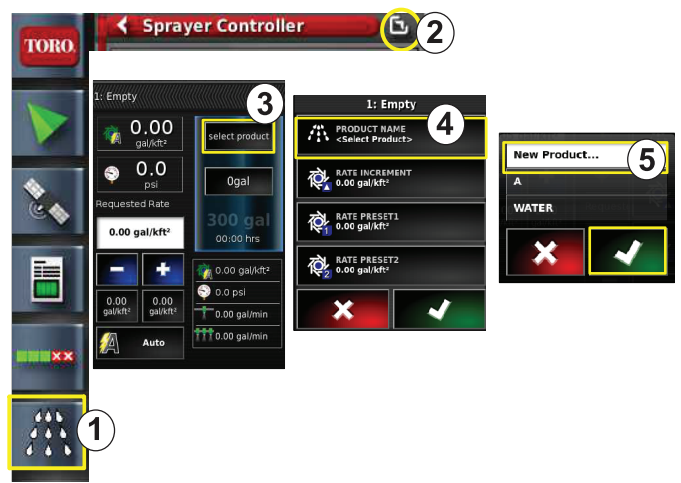

Bild 9
2. Tippen Sie auf das Symbol für die Sprührate und vergrößern Sie die Miniansicht der Steuerung für die Auftragungsrate (Bild 9).